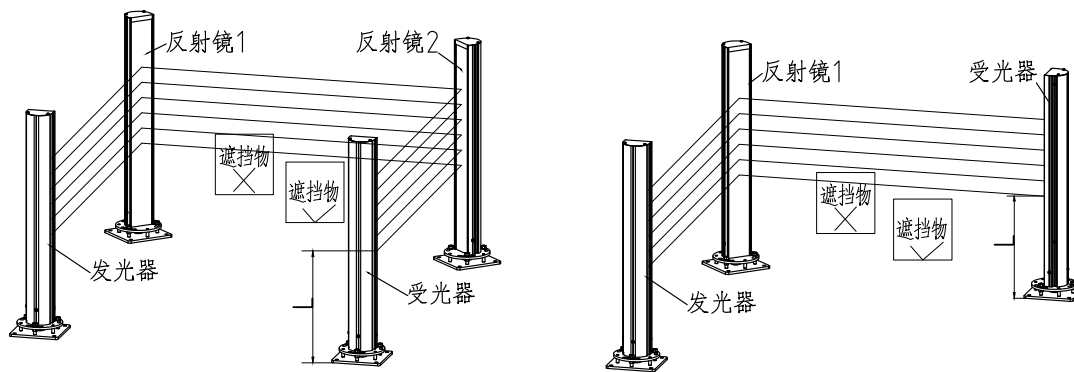

图3-24 SQL光幕安装注意事项
- 1、确认光幕第一束光距离设备平台或地面高度L的尺寸，如果高度L超过300mm, 需要考虑增加其他防护（如图3-24）。